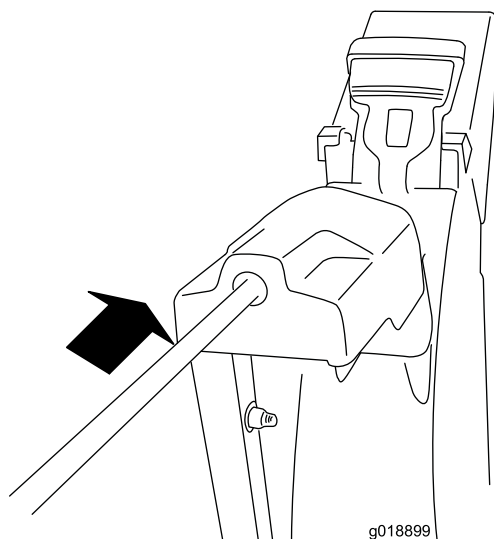

Figure 10
2. Insérez l'avant de la tige dans l'ouverture au dos du couvercle du secteur denté de l'éjecteur jusqu'à ce qu'il glisse dans le secteur denté (Figure 10).